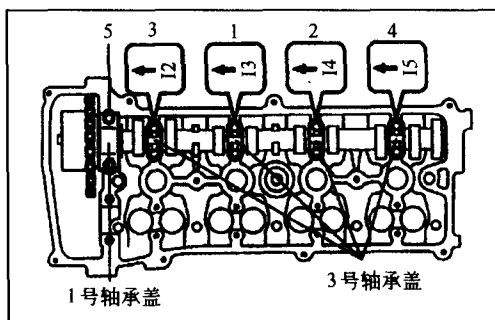

图 1-18
(16) 检查凸轮轴轴承盖的向前记号和数字, 装上凸轮轴轴承盖, 按图 1-18 所示次序拧紧螺栓, 1 号轴承盖的扭矩: $30\text{N}\cdot\text{m}$, 3 号轴承盖的扭矩: $9.0\text{N}\cdot\text{m}$ 。